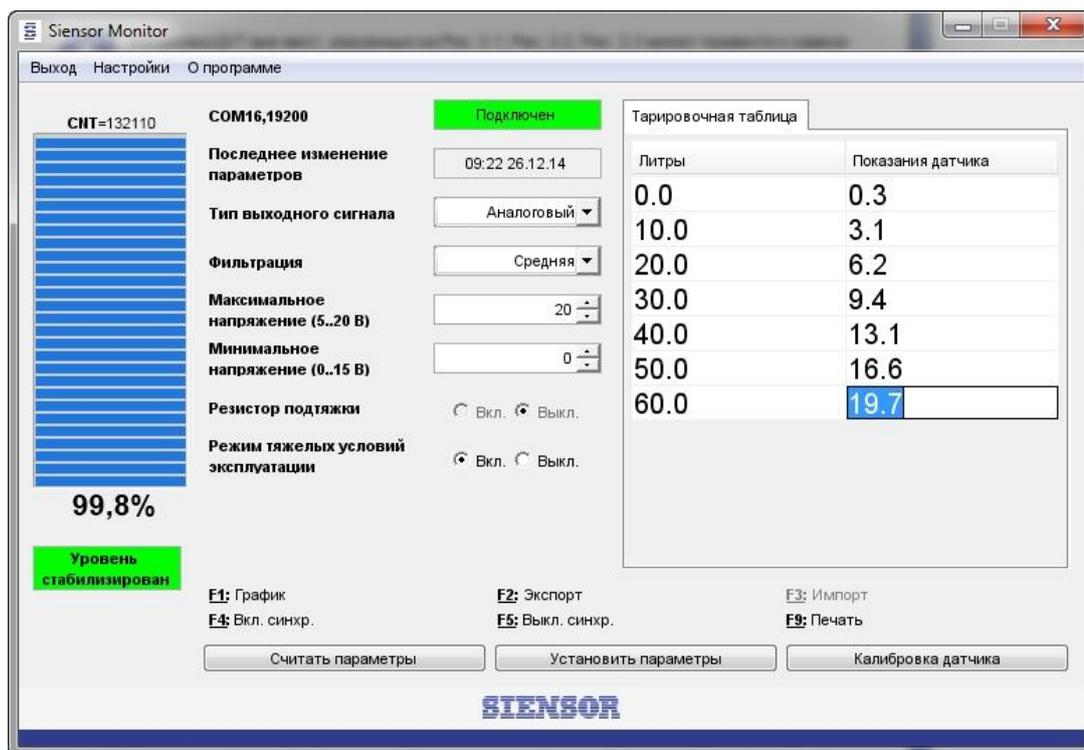

Рис. 4.2 «Siensor Monitor» – главное окно
3. Запустите программу «Siensor Monitor». Откроется главное окно программы (см. Рис. 4.2), в котором отображены текущие настройки подключенного ДУТ.